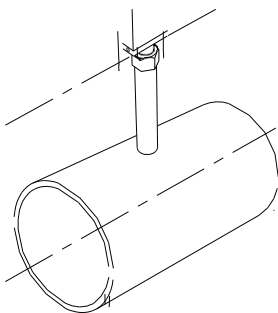

Fig. 5
- Alinear longitudinalmente la caja de conexiones con el eje de la tubería (fig. 5)